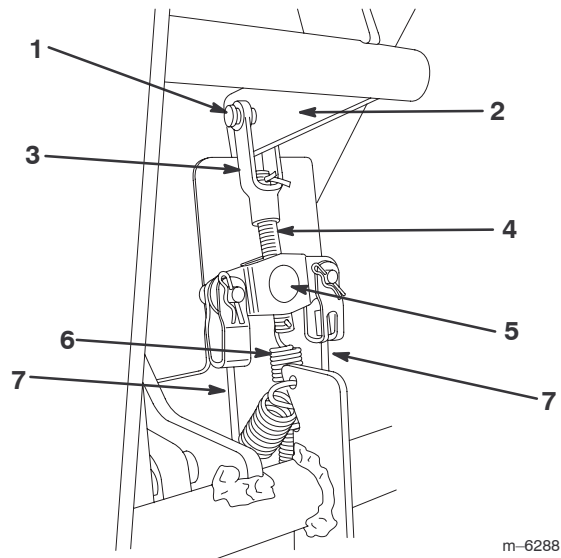

Bild 31
2. Prüfen Sie die Bremskabel am Bremsausgleich (unter dem Armaturenbrett) und ermitteln Sie, wie weit die Bremsstange am Ausgleich nach oben gleiten muss, damit die Züge kein Spiel aufweisen (Bild 31).
- Entfernen Sie den Splint und den Lastösenbolzen von den Bremsstangenlastösenbolzen (Bild 31).
- Nehmen Sie die Feder vom Ende der Bremsstange ab (Bild 31).
- Drehen Sie die Bremsstange in den Bremsausgleich ein oder heraus, um das Spiel von den Bremskabeln zu entfernen (Bild 31). Ziehen Sie die Kabel nicht zu fest an.
- Setzen Sie die Feder in das Loch an der Bremsstange ein (Bild 31).
- Verbinden Sie den Bolzen in die Bremsstange mit dem vorher entfernten Lastösenbolzen und dem Splint am Bremshebel (Bild 31).